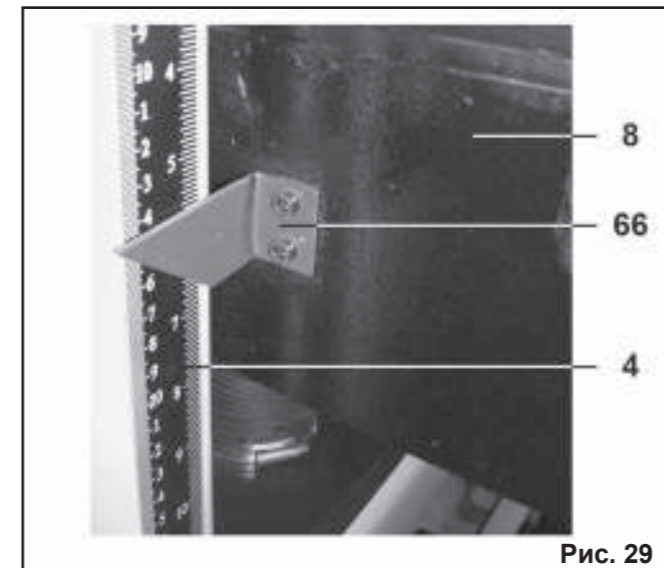

Рис. 29
10.11.1. Регулировка высоты рабочего стола производится по шкале (4). Шкала (4) закреплена на передней панели станка. На шкале указывается высота рабочего стола с помощью указателя (66), расположенного на рабочем столе (8) (Рис. 29).
10.11.2. Проверьте точность показаний шкалы. Измерьте штангенциркулем строганный деревянный брусок. Проверьте его толщину по шкале. Показание шкалы должно совпадать с данными, полученными с помощью штангенциркуля. Если показания не совпадают, отрегулируйте шкалу с помощью указателя (66), расположенного на рабочем столе (8) (Рис. 29).